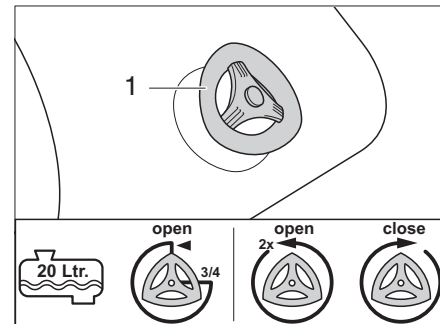

Bild 343 Ablasshahn
- 1/2 voll oder weniger: Den Ablasshahn (Bild 343,1) eine 3/4-Umdrehung gegen den Uhrzeigersinn drehen.
- 3/4 voll und mehr: Den Ablasshahn (Bild 343,1) 2 Umdrehungen gegen den Uhrzeigersinn drehen.
- Ablasshahn (Bild 343,1) im Uhrzeigersinn schließen.